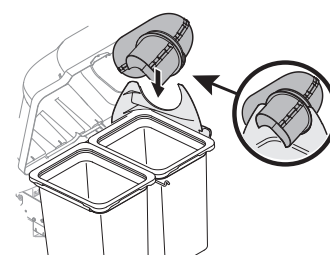

Figura 27
- Con la cubierta de la embolsadora abierta, instale el canal superior sobre el adaptador, y apoye la parte superior para que el soporte del canal descansa en la ranura del canal superior. Vea la Figura 27.